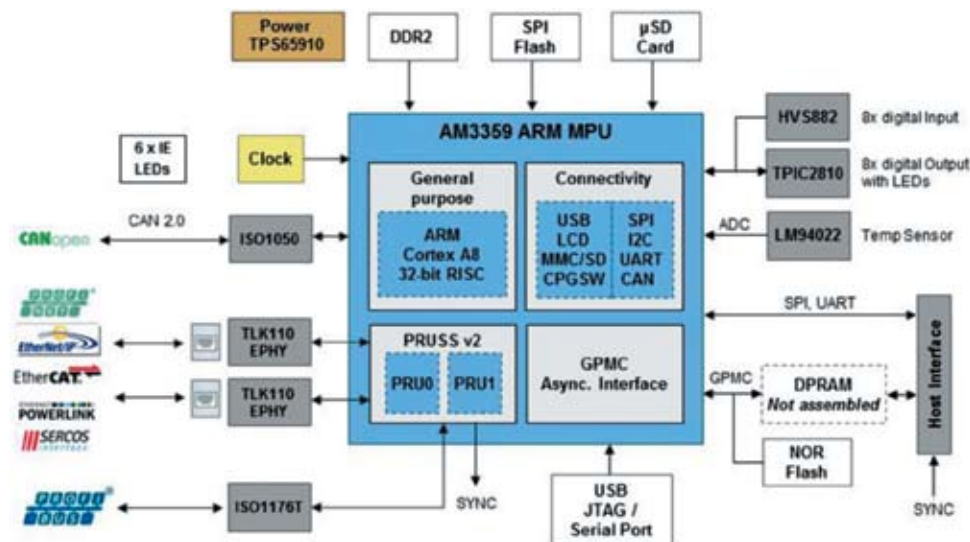

Рис. 8. Блок-схема отладочной платы TMDXICE3359
**TMDXICE3359 — Industrial Communications Engine (ICE)** — недорогая отладочная плата на базе процессора **AM3359** с поддержкой ряда коммуникационных интерфейсов (рис. 8, 9). Будет хорошим решением для инженеров, которые занимаются разработкой различных промышленных коммунитаторов, интерфейсов для датчиков и исполнительных механизмов, системами обратной связи для электродвигателей. Программные средства, поставляемые с платой, включают RTOS SYS/BIOS с бутлоадером, библиотеку драйверов периферии StarterWare, примеры приложений